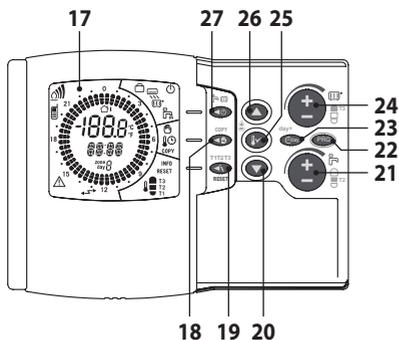
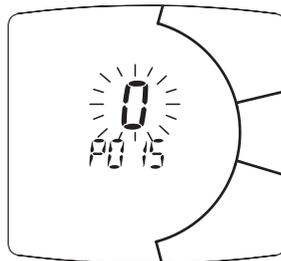
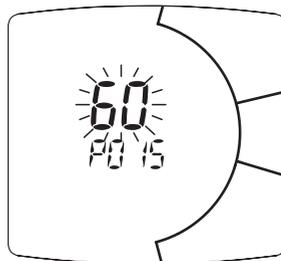

Figura 5.24
Figura 5.27
Figura 5.28
- Scorrere i vari parametri utilizzando il tasto 21 in Figura 5.24 fino a far apparire sul display LCD le lettere **P015** con sopra il relativo valore del parametro **0** che lampeggia, indicando l'entrata nel "parametro 15" (Figura 5.27).
- Modificare il SET programmato agendo sul pulsante 24 in Figura 5.24 fino a visualizzare un **set di 60**, aspettare che il numero programmato cominci a lampeggiare (Figura 5.28).